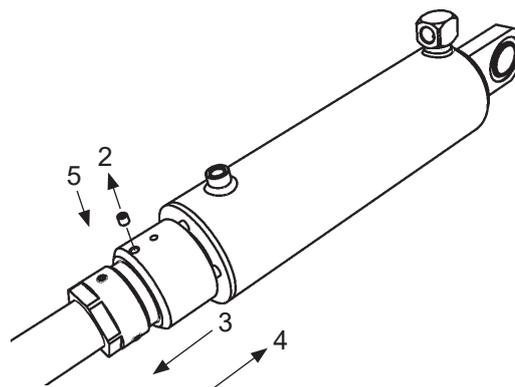

Figura 41. Tope y su tornillo de bloqueo
2. Aflojar el tornillo de bloqueo del tope (2). Enroscar el tope totalmente hacia atrás, hacia el puente de elevación (3). Figura 41.
4. Ajustar el tope por completo hacia la culata del cilindro (4). Figura 41.